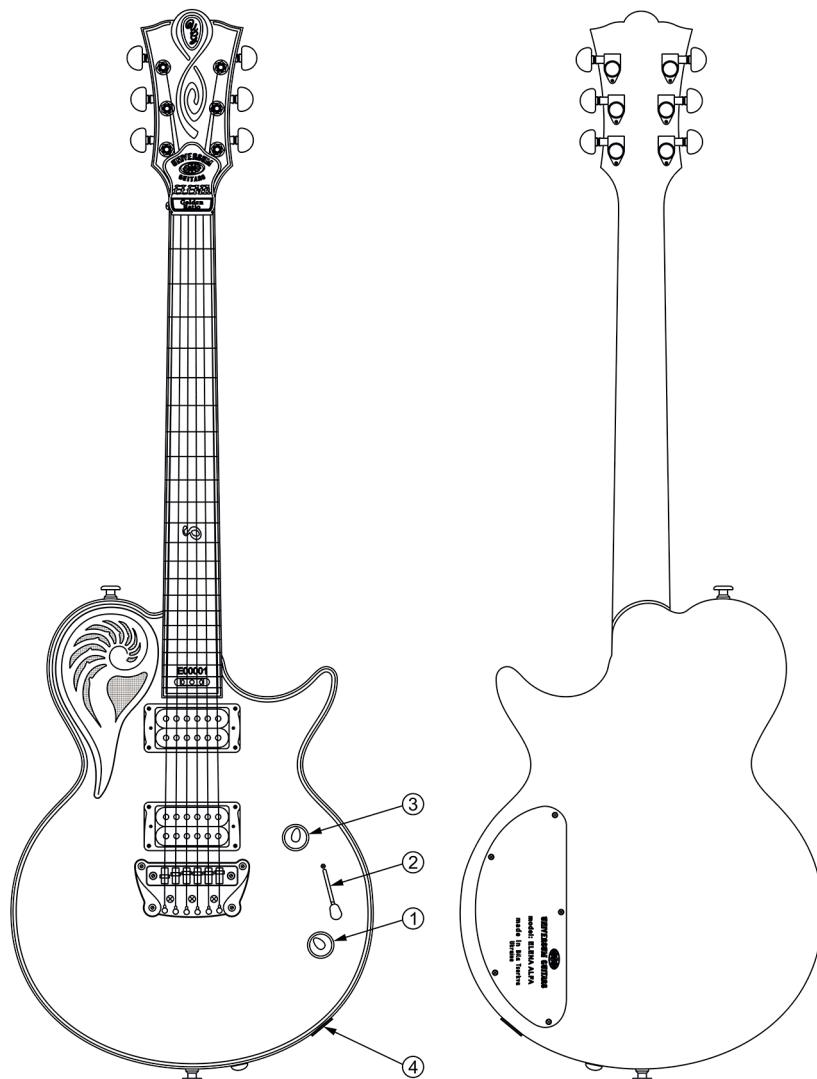

Fig. 20
- Enchufe de salida electromagnética (Fig.20 pos.4).
- 1) Manivela de potenciómetro de ajuste de tono (Fig.20 pos.1) con conmutador de dos posiciones tipo “Push-Pull”. Conmutador aísla una bobina en cada fonocaptor magnético.
- 2) Manivela de conmutador de tres posiciones (Fig.20 pos.2): comuta diferentes combinaciones de fonocaptores electromagnéticos.
- 3) Manivela de potenciómetro de ajuste de volumen de guitarra eléctrica (Fig.20 pos.3).